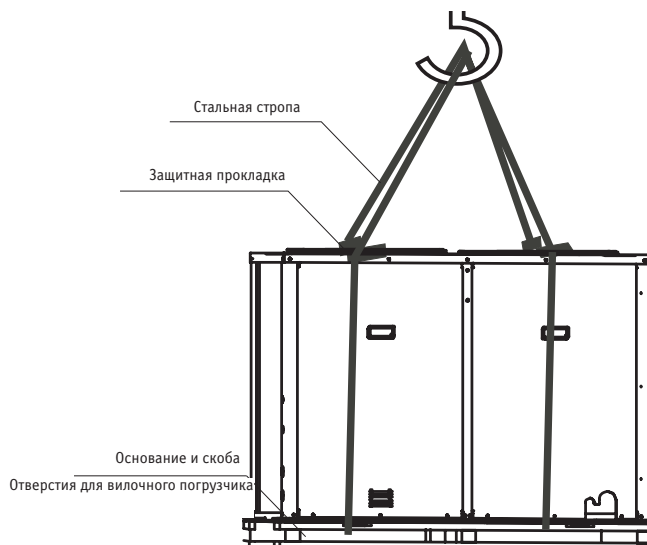

Рис. 2-5
- Транспортировочные прокладки снимите после окончания транспортировки. (См. рис. 2-5).